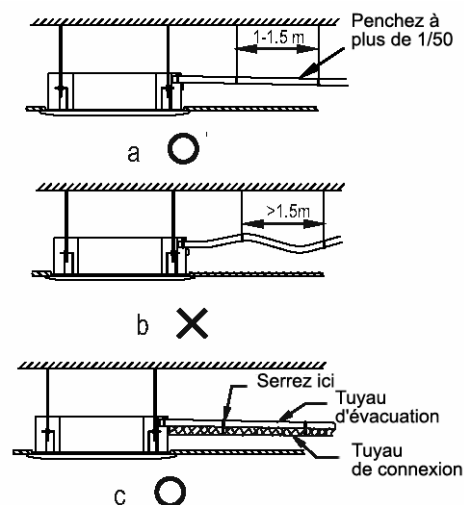

Figure 28
- Afin d'éviter le reflux d'eau dans le climatiseur lorsqu'il s'arrête, posez le tuyau d'évacuation vers l'extérieur avec une inclinaison supérieure à 1/50. Évitez toute courbe ou rétention d'eau. (cf. figure 28.a)
- Ne tirez pas sur le tuyau au moment du raccordement pour éviter que le corps ne suive. Vous devez de même prévoir un point d'appui tous les 1~1.5m pour éviter que le tuyau d'évacuation se lâche (cf. figure 28.b). Vous pouvez également attacher le tuyau d'évacuation avec celui de raccordement pour le fixer (cf. figure 28.c).